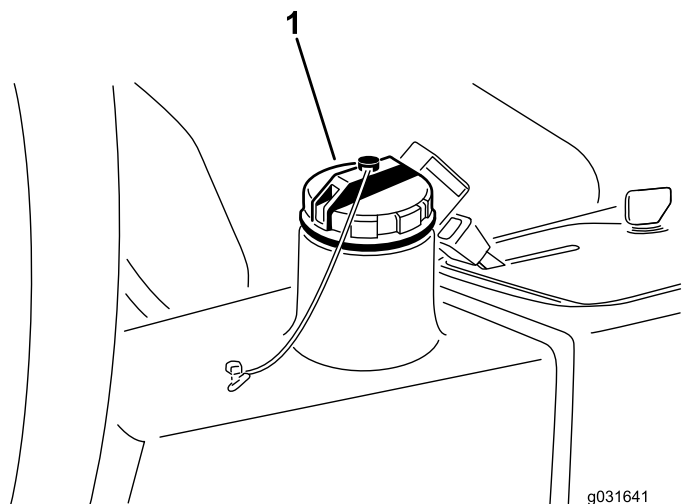

Figure 65
2. Nettoyez la surface autour du goulot de remplissage et du bouchon du réservoir hydraulique. (Figure 65)
3. Remettez le bouchon du réservoir hydraulique (Figure 65).